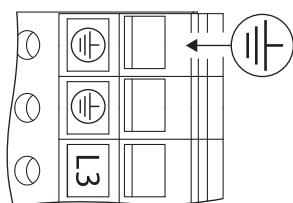

Fig. 21: Ligação à terra adicional
- Devido à alta corrente de fuga nos motores a partir de 11 kW, é necessário fazer uma ligação à terra reforçada adicional de acordo com a norma EN 50178 (Fig. 21).